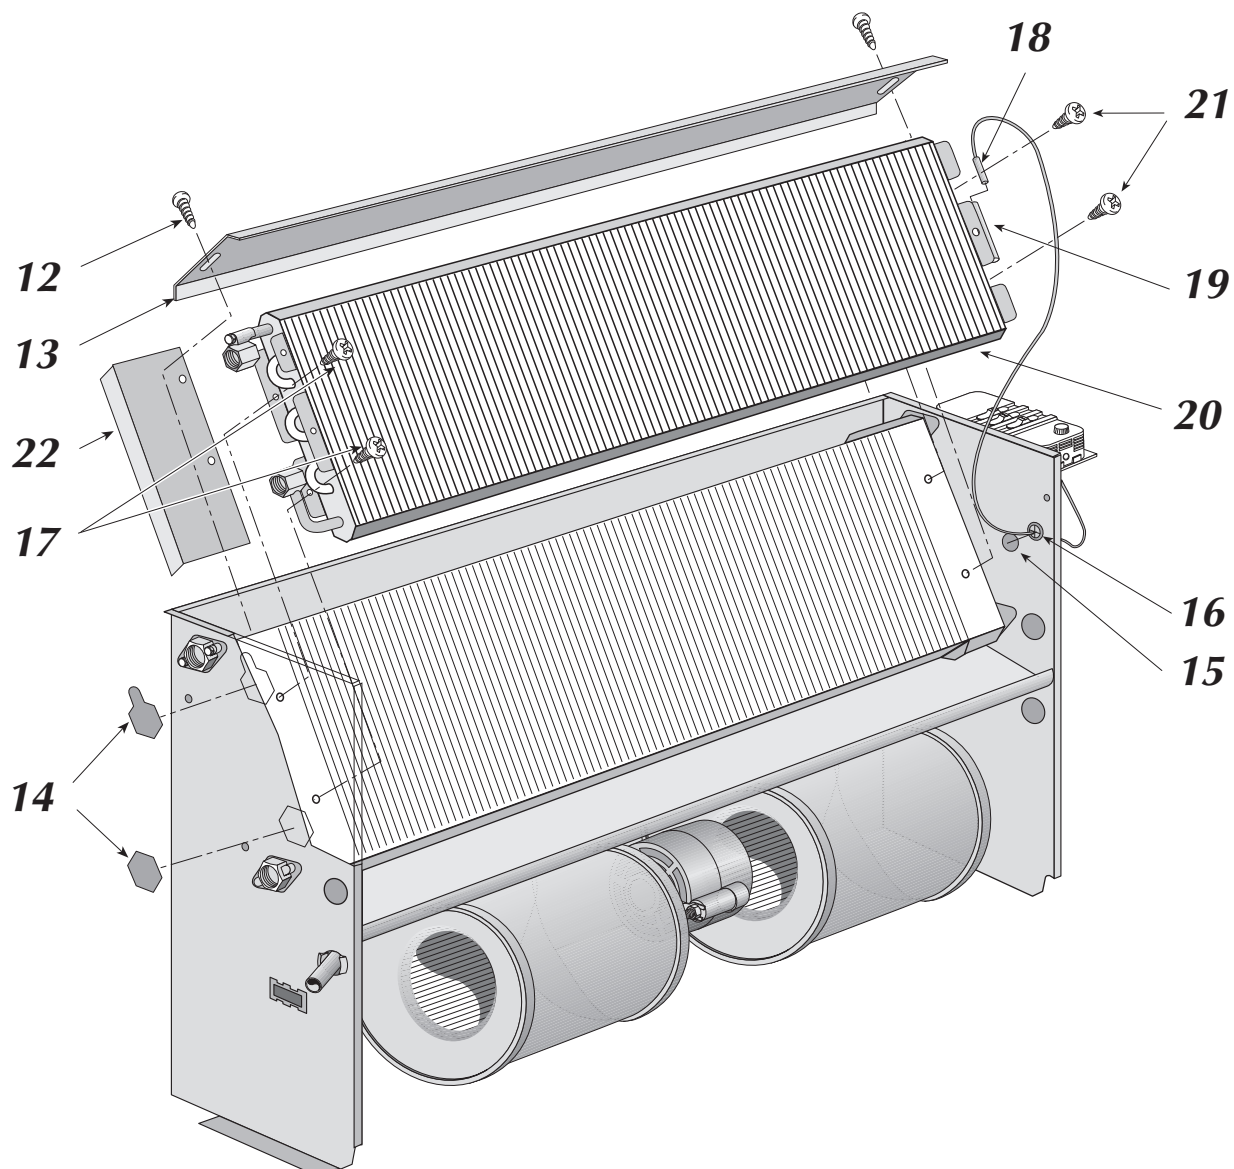

Fig. 5
- togliere ed eliminare la lamiera di protezione (22 fig. 5), necessaria solamente in fase di trasporto dell'accessorio, svitando le viti (17) da riutilizzare successivamente per il montaggio della batteria stessa;
- svitare le viti (12 fig. 5) e togliere il carter protezione batteria (13);
- togliere i due semitranciati (14 fig. 5) lato attacchi batteria;
- togliere il semitranciato (15 fig. 5) lato morsettiera, ed inserirvi il passacavo (16) in dotazione;
- svitare le due viti (17 fig. 5) della spalla batteria lato attacchi collettori;
- fissare la batteria suppletiva BV (20 fig. 5) con le viti precedentemente tolte (17) e con quelle a corredo (21);
- remove the protection sheer steel (22 fig. 5), necessary only during transport, by unscrewing the screws (17) to be used later for coil installation;
- remove the screws (12 fig. 5) then the coil guard (13);
- remove the two push-outs (14 fig. 5) from the coil connector side;
- remove the push-out (15 fig. 5) from the terminal board side, then insert the cable guide (16) supplied;
- remove the two screws (17 fig. 5) of the coil rear on the collector connection side;
- assemble the coil BV (20 fig. 5) with the screws previously removed (17) and with those supplied (21);
- enlever la tôle de protection (22 fig. 5) nécessaire uniquement en cours de transport de l'accessoire, en dévissant les vis (17) à réutiliser ensuite pour le montage de cette même batterie;
- dévisser les vis (12 fig. 5) et retirer le carter de protection de la batterie (13);
- retirer les deux hexagones prédécoupés (14 fig. 5) côté raccordements batterie;
- retirer l'hexagone prédécoupé (15 fig. 5) côté bornier et y introduire le passe-câble (16) fourni de série;
- dévisser les deux vis (17 fig. 5) du flanc de la batterie côté raccordements collecteurs;
- fixer la batterie supplémentaire BV (20 fig. 5) avec les vis précédemment retirées (17) et celles fournies de série (21);
- das Schutzblech (22 Abb. 5) abnehmen und beseitigen, da dieses nur für den Transport des Zubehörs nötig ist. Die Befestigungsschraube lockern und dieselbe zur Installation des Wärmetauschers benutzen;
- die Schrauben (12 Abb. 5) lösen und das Schutzgehäuse der Batterie (13) abnehmen;
- die beiden halbgestanzten Teile (14 Abb. 5) an der Anschlußseite der Batterie abnehmen;
- der halbgestanzte Teil (15 Abb. 5) an der Seite des Klemmenbretts abnehmen und den mitgelieferten Kabeldurchgang (16) einführen;
- die beiden Schrauben (17 Abb. 5) an der Batterieschulter an der Sammleranschlußseite lösen;
- die Zusatzbatterie BV (20 Abb. 5) mit den zuvor abgenommenen Schrauben (17) und den mitgelieferten Schrauben (21) befestigen;